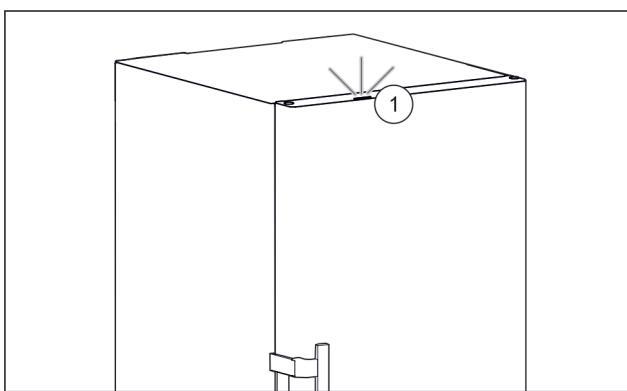

Fig. 56 Активна светлина за състояние при затворена врата
- Светлината за състояние Fig. 56 (1) е активирана.